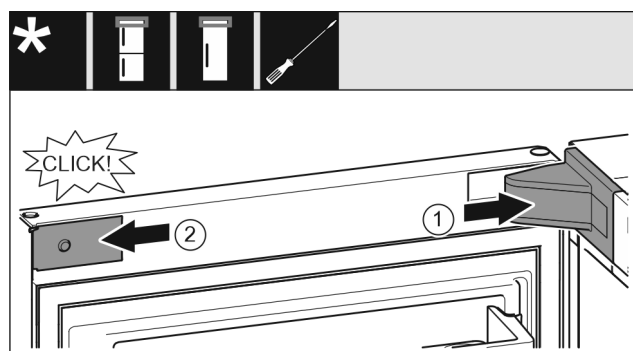

Fig. 23
- Mettre en place le cache du support de palier Fig. 23 (1) et l'enclencher. Au besoin, l'écartier avec précaution.
- Placer le cache Fig. 23 (2) sur le côté et l'enclencher.